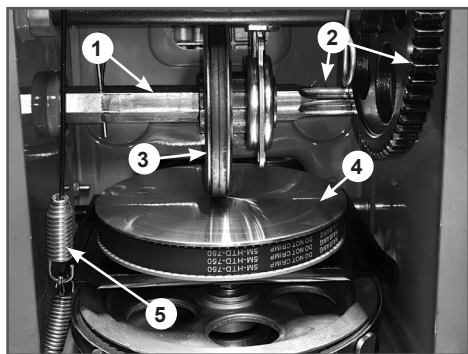

Рис. 35. Обслуживание трансмиссии
Если при нажатом рычаге включения привода хода снегоотбрасыватель не движется или при нажатии на рычаг включения привода хода слышны посторонние звуки, а регулировка длины троса включения привода хода не позволяет устранить проблему, возможно, фрикционное колесо 3 (Рис. 35) полностью износилось и его необходимо заменить.
4. Проверьте состояние фрикционного колеса 3 (Рис. 35). Если высота резинового кольца относительно фрикционного колеса 2 мм и менее, если на резиновом кольце имеются повреждения и разрывы, фрикционное колесо необходимо заменить.
6. Нанесите универсальную низкотемпературную смазку CHAMPION EP-0 тонким слоем на шестигранный вал 1 фрикционного колеса и зубья шестерен 2 (Рис. 35). Смазывать шестигранный вал фрикционного колеса и шестерни трансмиссии необходимо не реже одного раза в год.
Не допускайте попадания смазки на резиновое фрикционное колесо 3 и ведущий диск 4 (Рис. 35).
7. Проверьте регулировку троса включения привода хода. Нажмите рычаг включения привода хода. При полностью нажатом рычаге пружина 5 должна быть растянута на 0,5 - 1 см (Рис. 35). Отпустите рычаг включения привода хода. Между резиновым фрикционным колесом 3 и ведущим диском 4 должен быть зазор не менее 1 мм (Рис. 35);
- Проверьте положение фрикционного колеса 3 относительно ведущего диска 4 (Рис. 35). Плоскость вращения фрикционного колеса 3 должна находиться точно по центру (оси вращения) ведущего диска 4 (Рис. 35). Это необходимо для того, чтобы скорость движения снегоотбрасывателя была одинаковой на первой передней и первой задней передачах.